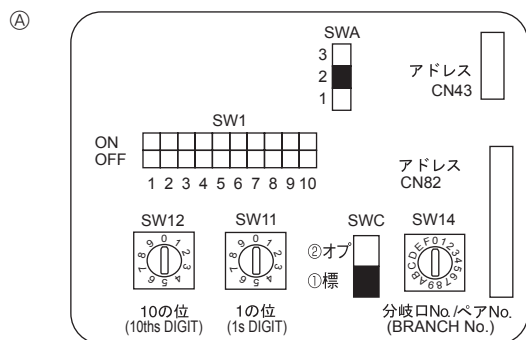

Fig. 6-4
- ③ Télécommande sans fil (lors de l'installation du récepteur de signal sans fil)
6.5. Configuration des adresses (Fig. 6-4)
- ① Comment définir les adresses
- ② Comment définir les numéros des ramifications SW14 (série R2 seulement)
6.6. Réglage des interrupteurs pour différentes hauteurs de plafond (Fig.6-4)
6.7. Détection de la température ambiante à l'aide du capteur intégré de la commande à distance (Fig.6-4)